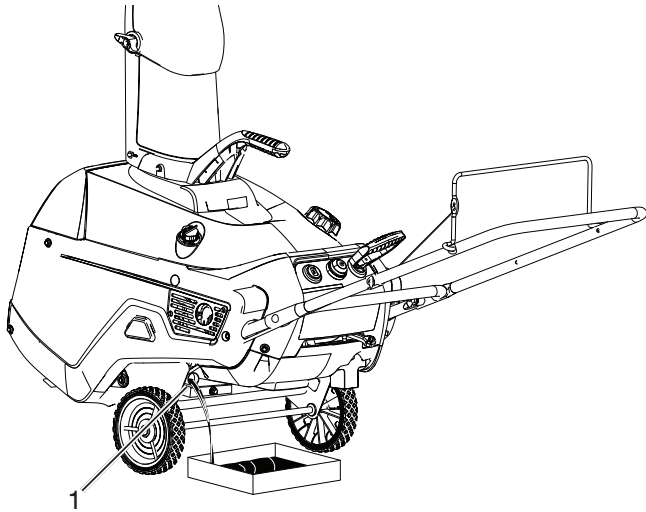

Figure 23
4. Placer un contenant sous le bouchon de vidange d'huile, retirer le bouchon de vidange d'huile, puis basculer la souffleuse à neige vers l'arrière et laisser l'huile usée s'écouler dans le carter de vidange d'huile (Figure 23).
6. Visser le bouchon de remplissage d'huile/la jauge et bien serrer à la main (1).